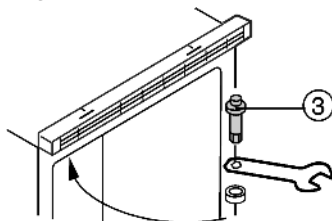

Fig. 3
- Retirer les axes de charnière Fig. 3 (3) et les visser du côté opposé, **avec un couple de serrage d'au moins 4 Nm.**
- Accrocher la porte sur l'axe de charnière Fig. 3 (3) du dessus et la fermer.